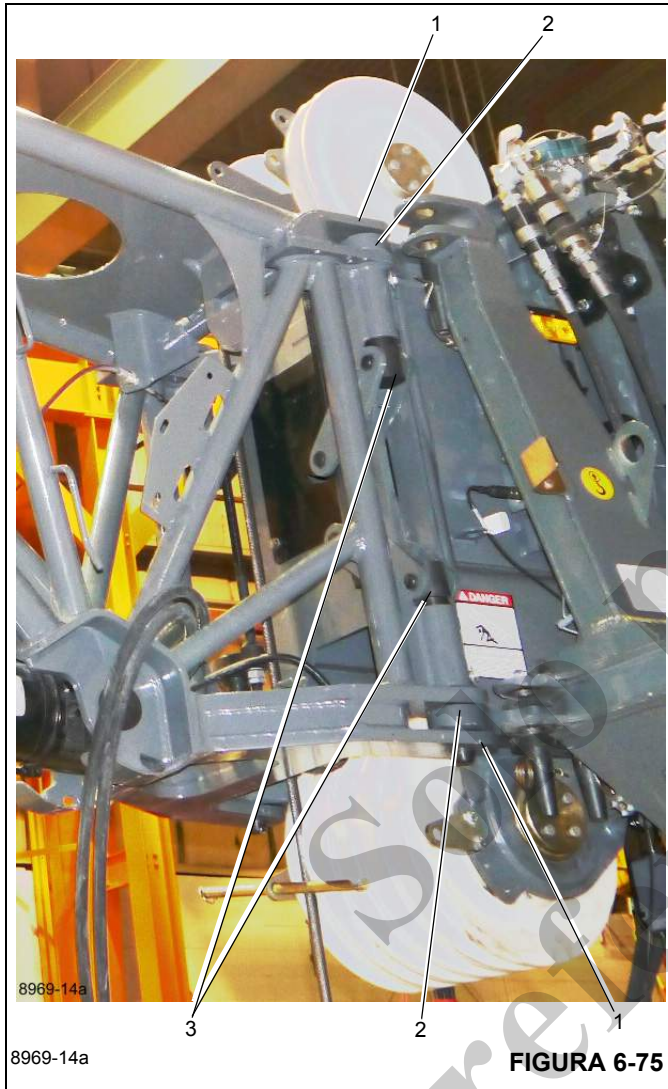

FIGURA 6-75
6. Alinee los adaptadores de anclaje de la extensión (1, Figura 6-75) con los adaptadores de fijación de la punta de la pluma (2).
7. Instale los pasadores en ambos lados de la punta de la pluma (3, Figura 6-75) a través de los adaptadores usando un destornillador de golpe y girando el tornillo separador en sentido contrahorario.